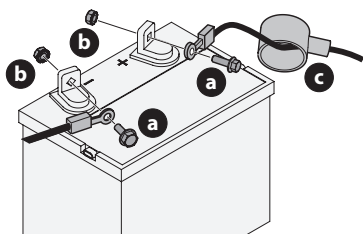

Figura 18
1. Retire la cubierta plástica, si está presente, del borne positivo de la batería. Conecte el cable rojo al borne positivo de la batería [+] utilizando el perno (a) y la tuerca hexagonal (b) (Figura 18).
2. Coloque el capuchón de goma rojo (c) sobre el borne positivo de la batería [+] para protegerlo contra la corrosión (Figura 18).
3. Retire la cubierta plástica, si está presente, del borne negativo de la batería y conecte el cable negro al borne negativo de la batería [-] utilizando el perno (a) y la tuerca hexagonal (b) (Figura 18).